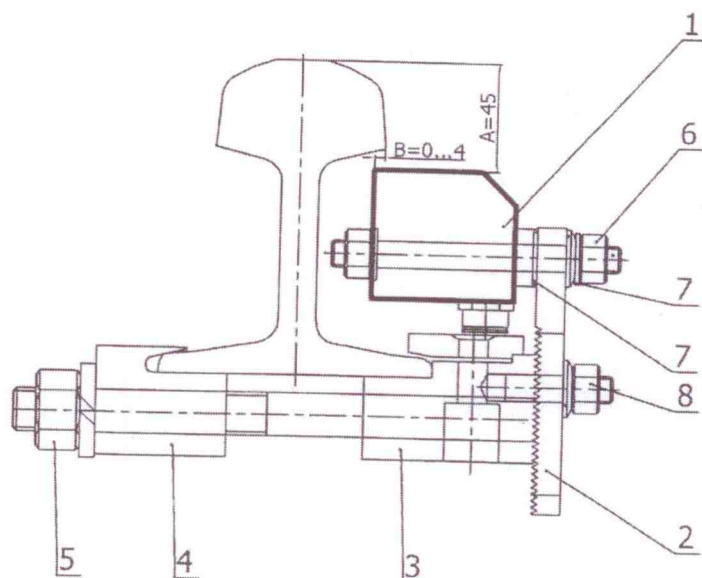

Рисунок 1
Осевой датчик 1 (см. рисунок 1) крепится к рельсу с помощью рельсового захвата, состоящего из опорной стойки 2, клещевого захвата 3 и прижимного захвата 4, соединенных крепежным болтом с гайкой 5.
- проверить положение осевого датчика по горизонтали при помощи щупа. Внутренняя грань осевого датчика должна находиться на расстоянии $B = 0...4$ мм (см. рисунок 1) от боковой грани рельса. В случае невыполнения этого условия следует откорректировать это расстояние с помощью дистанционных шайб 7. После корректировки положения затянуть гайки 6 ключом с моментом затяжки 15 Нм;